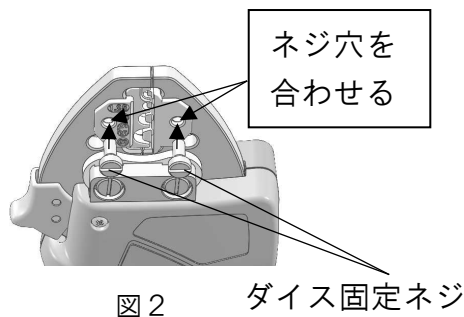

図 2
- 2 口金を閉じて、口金とダイスのネジ穴を合わせ、マイナスドライバーを使用してダイス固定ネジを締め付けます。（図2）